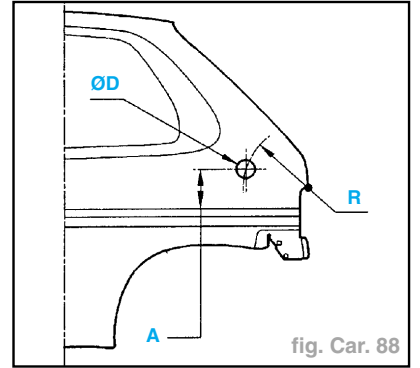

fig. Car. 88
- Cotes mesurées (fig. Car. 88).